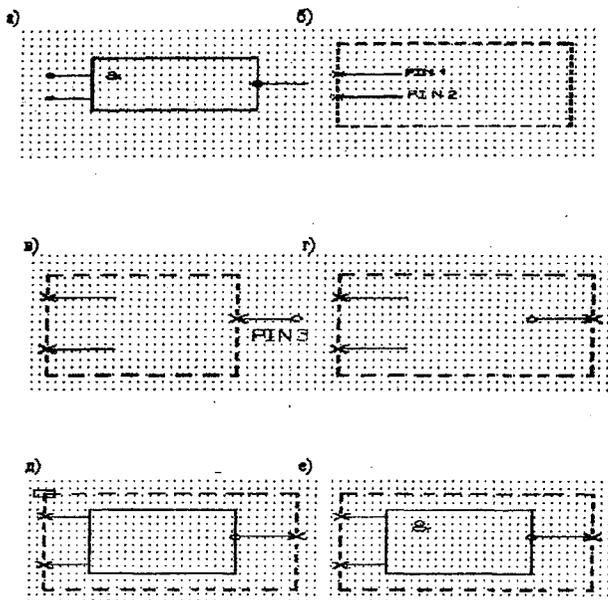

Рис. 3. Рисование условного графического обозначения элемента
8. Приступим к рисованию УГО (рис.3а). Для этих целей в главном меню предназначена команда Graphics. Активизация этой команды предоставляет доступ к меню рисования ( Box - прямоугольник , Line - линия , Arc - полуокружность , Pin - контакт , Circle - окружность, и т.д.).
8.2. Вводим выходной контакт. Если нормальный контакт устанавливается в системе по умолчанию, то другие виды контактов следует выбрать. Активируем команду Edit. Однократный щелчок левой кнопки мыши по строчке PINTYPE переводит на новый тип контакта – инверсный (bubble). Размещаем выходной контакт как это показано на рис.2в. Затем, щелкая левой кнопкой мыши по команде Edit/Rotate, дважды поворачиваем контакт на 180 (рис. 3г). Отменяем команду нажатием правой кнопки мыши.
8.3. Командой Graphics/Box рисуем контур УГО, совмещая его с внутренними сторонами контактов (рис. 3д).
8.4. Активируем команду Graphics/Text. На клавиатуре набираем текст: 133LA3 и выводим появившийся на экране прямоугольник над УГО. Нажатие левой кнопки мыши фиксирует надпись (рис.3е). Аналогично вводятся другие надписи, например, &, N1, N2, OUT и т.д.